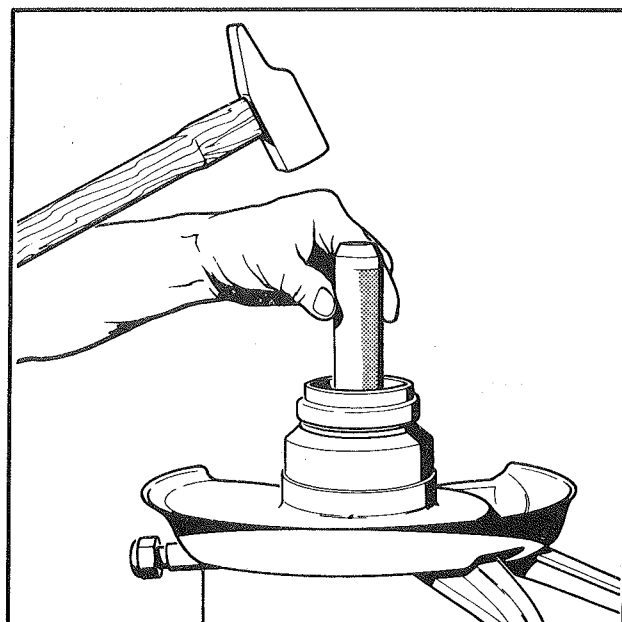

Fig. 10
- A l'aide de l'outil 20 907 Y, emmancher le joint à lèvres de pivot de fusée (Fig. 10).